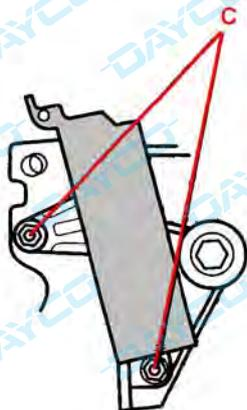

Fig. 3
- Serrare i bulloni C dell'attuatore idraulico, se in precedenza rimosso o sostituito, con la coppia di 15 Nm (Fig. 3).